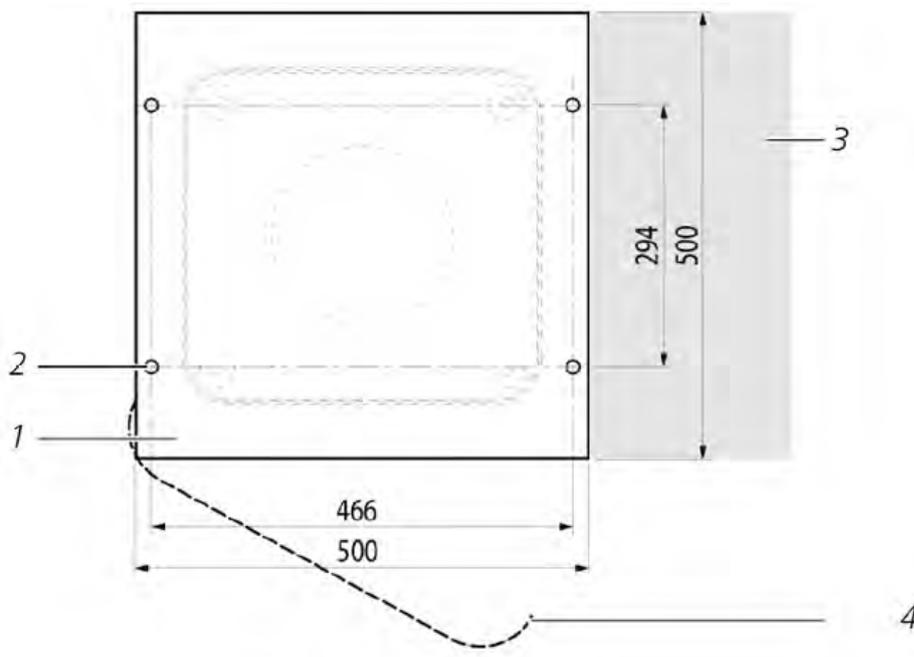

Abbildung 5 Bohrschablone.
Das CHM 8k benötigt eine Aufstellfläche von 50 x 50 cm. Es muss auf einem ausreichend dimensionierten Betonfundament stabil und fest aufgestellt und montiert werden. Die Neigung der Aufstellfläche darf 5 mm/m nicht überschreiten. Vor dem Aufstellen des CHM 8k sind im Betonfundament Löcher und Dübel ( $\varnothing 12$  mm, 4 Stück Dübel gehören zum Lieferumfang) entsprechend der Bohrschablone (siehe Abbildung 5) einzubringen. Dabei ist auf die Richtung der Außentür zum Elektroanschluss im Anschlusskasten des Betreibers zu achten.
- ⇒ CHM 8k in Einbaulage (senkrecht) auf dem Betonfundament positionieren. Dabei auf die Lage der Außentür in Bezug zum Elektro-Anschlusskasten des Betreibers achten (siehe Abbildung 5).